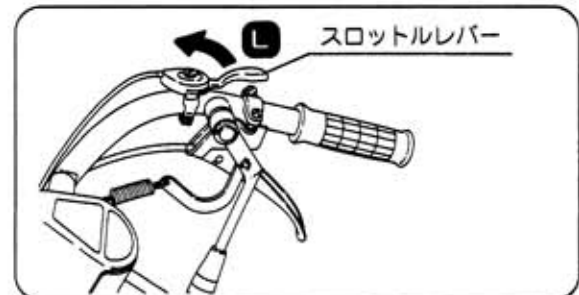

図13
- ③ スロットルレバーを「L」位置に戻し、エンジン回転を下げます。(図13)